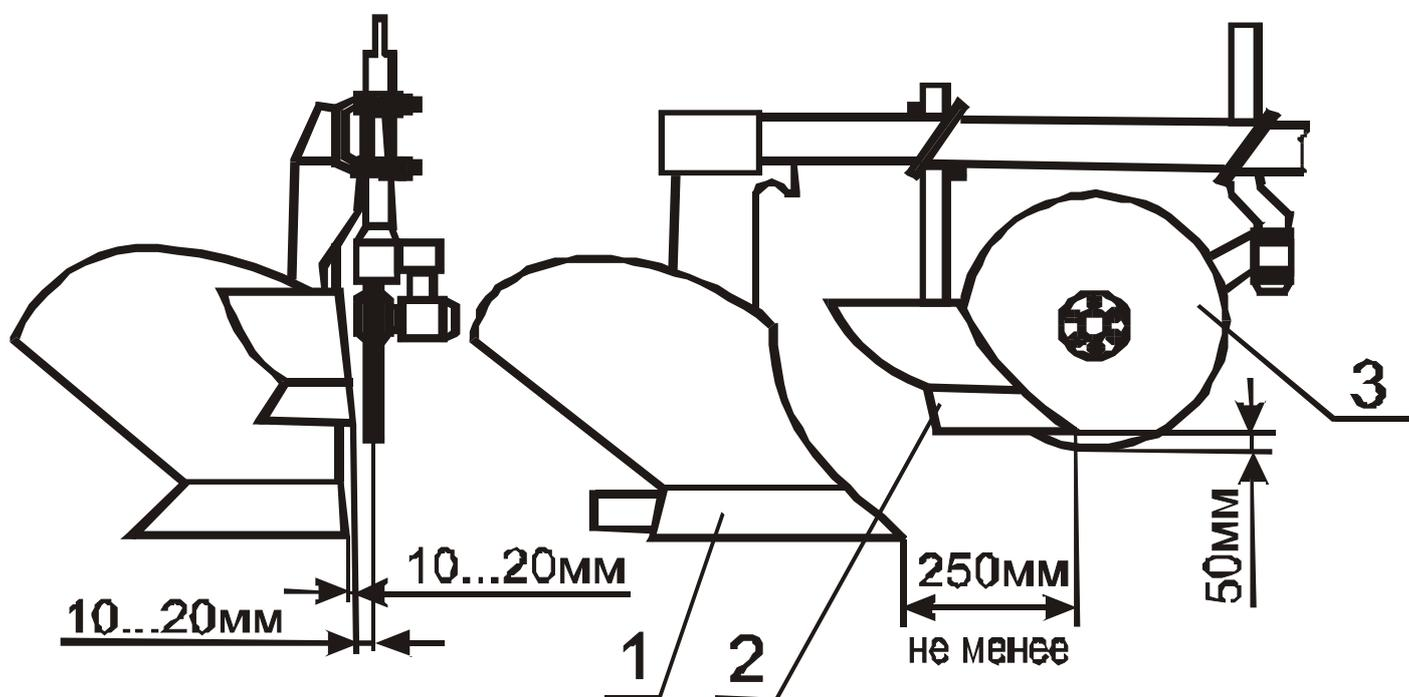

Рис. 1 Расположение дискового ножа, корпуса и предплужника
1. – лезвия всех лемехов должны быть наплавлены твердым сплавом и иметь толщину не более 1 мм при угле заточки $25...40^\circ$, а ширина фаски – 5...7 мм, что проверяется шаблонами (рис. 1);
2. Предплужники на плуге следует расстановливать так, чтобы расстояние между их носками и носками лемехов основных корпусов по ходу плуга равнялось 280...300 мм, а глубина хода – 100...120 мм независимо от глубины обработки основными корпусами (рис. 1).